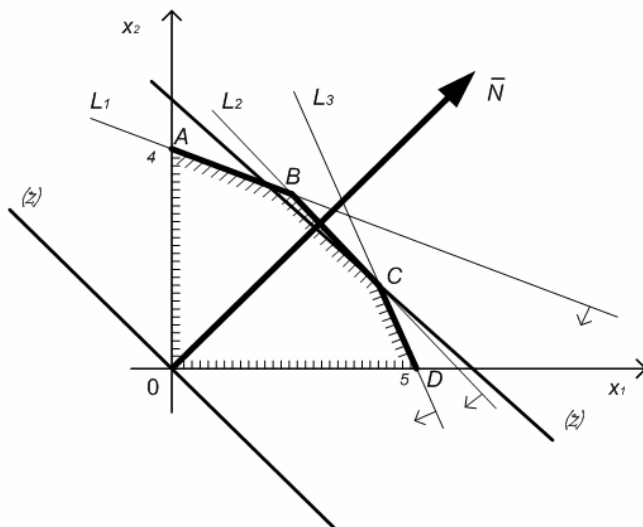

Рис. 1.3
2. Построим многоугольник решений. Для этого в системе координат  $x_1Ox_2$  на плоскости изобразим граничные прямые (рис. 1.3):
Многоугольником решений данной задачи является ограниченный пятиугольник  $OABCD$  (рис. 1.3).
4. Построенную прямую  $Z = 0$  перемещаем параллельно самой себе в направлении вектора  $N$ . Из рис. 1.3 видно, что опорной прямой  $Z = \text{const}$  становится в точке  $C$ , где  $Z$  принимает максимальное значение.